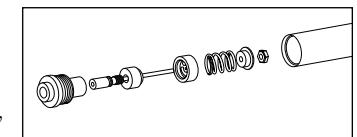

Fig. 5
- Retire de la varilla del amortiguador la válvula de la base del tubo superior. Fíjese en la orientación de la válvula de retención, el plato de retención, la arandela ondulada y la corredera. (Fig. 5).